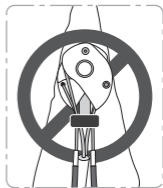

Abbildung 2
- Stellen Sie sicher, dass die Backen der Klemme gut am Felsen anliegen und dass sich die Spalte unter der Kontaktstelle nicht öffnet (**siehe Abbildung 2**).